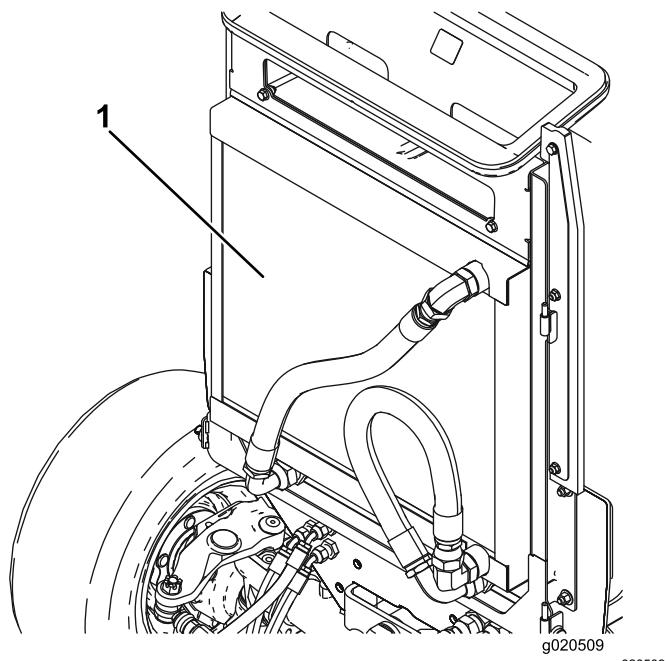

Рисунок 76
- Тщательно очистите сжатым воздухом область с обеих сторон радиатора/маслоохладителя (Рисунок 76). Начните спереди и сдувайте мусор назад. Затем очистите заднюю сторону, сдувая мусор в направлении передней стороны. Повторите эту процедуру несколько раз до полного удаления сухой травы и мусора.